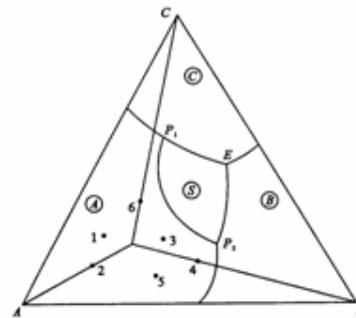

图6-18
6-30根据图6-18回答下列问题：(1) 说明化合物S的熔融性质，并分析相图中各界线上温度变化的方向以及界线和无变量点的性质；(2) 写出组成点为1、2、3及4各熔体的冷却结晶过程；(3) 分别将组成为5和组成为6的物系，在平衡的条件下加热到完全熔融，说明其固液相组成的变化途径。